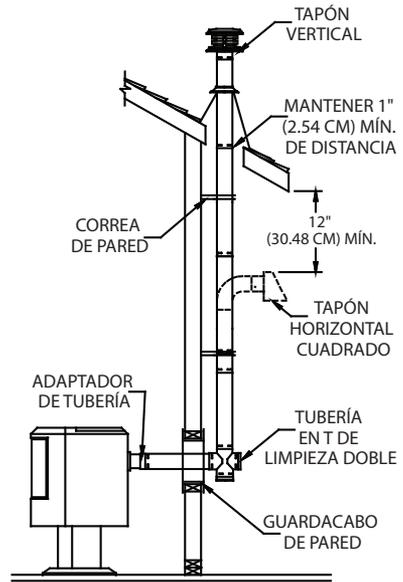

Figura 11
4. Si la salida de gases de chimenea está en la parte posterior de la estufa y se desea realizar una instalación vertical exterior o vertical parcial (**Figura 11**):